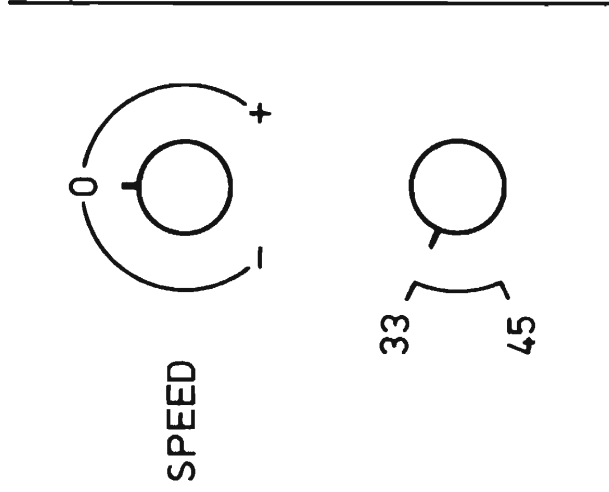

Bild 1
- Jetzt drehen Sie das Potentiometer für die Feinregulierung P 1 auf Anschlag im Uhrzeigersinn und vergleichen Sie seine Position mit dem Bild 1. Wenn die Position nicht stimmt, korrigieren Sie sie durch Abheben des oberen Knopfteils und richtiges Aufsetzen.
- Feinregulierungs-Potentiometer P 1 in die Position 0 (gemäß Bild 1) zurückdrehen. Jetzt sollen die oberen Balken auf dem Stroboskopring stillstehen. (Die oberen Balken gelten für 33 $\frac{1}{3}$, die unteren für 45 [min. $^{-1}$].) Wenn das nicht der Fall ist, korrigieren Sie mit Hilfe der sich unterhalb am Motor befindenden Trimpotentiometern die Drehzahl. Jede Drehzahl hat ein eigenes Trimpotentiometer.